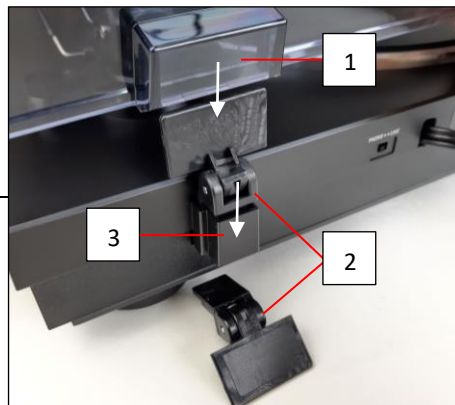

Abb. 3
1. Die Scharniere (2) in die Halterungen (3) auf der Rückseite des Gerätes stecken. (Abb. 3)
2. Die Abdeckhaube (1) dann auf die beiden Scharniere (2) stecken.